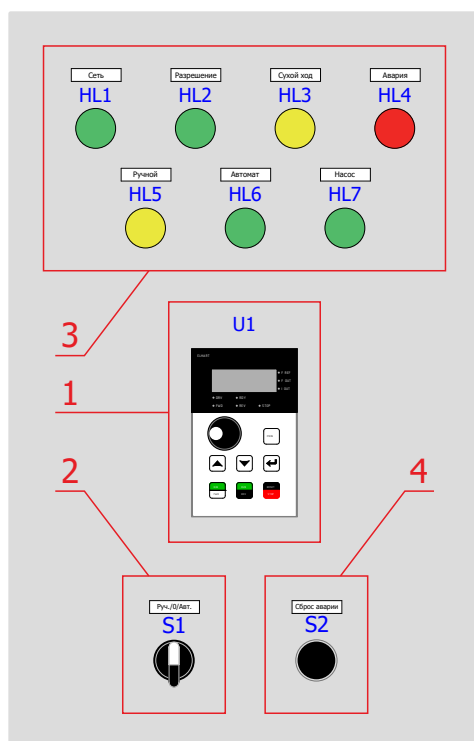

Рисунок 6.3 – Органы управления и индикации для модификаций ШУ с ручным управлением КАСКАД 10 от 15 кВт:
- кнопка сброса аварии (позиция 4, для модификаций от 15 кВт, рисунок 6.3)
Обозначение на рис. 6.3	Назначение